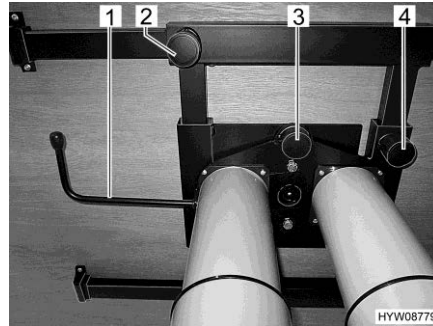

Fig. 79 Doppio piede del tavolo (tavolo rialzabile)
- Svitare la vite a testa cilindrica zigrinata (Fig. 79,2).
- Svitare la vite a testa cilindrica zigrinata (Fig. 79,4).
- Tirare il tasto (Fig. 79,3) del bloccaggio verso il basso.
- Ruotare la leva (Fig. 79,1) al di sotto del piano del tavolo di 180° verso sinistra. Il meccanismo di sollevamento nel piede del tavolo viene sbloccato.
- Ruotare la leva (Fig. 79,1) al di sotto del piano del tavolo di 180° verso sinistra. Il piano del tavolo va automaticamente verso l'alto fino al fine corsa.